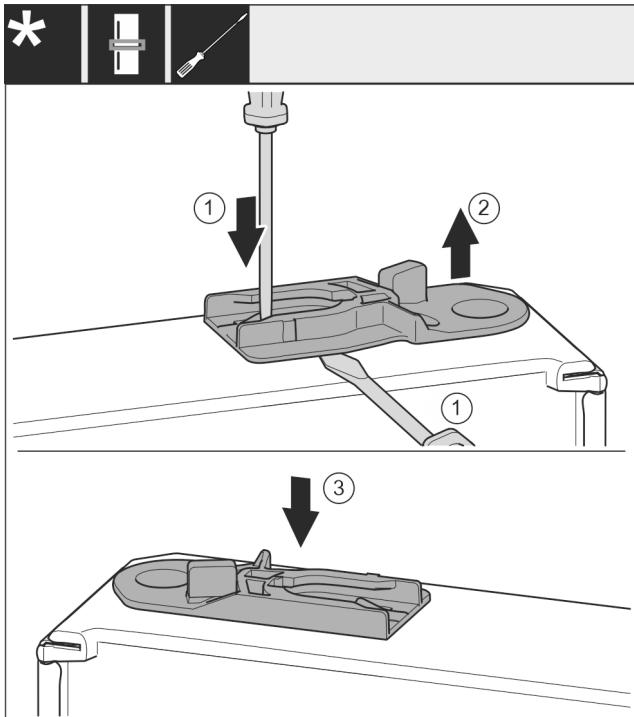

Fig. 38
- Izvelciet vadošo ieliktni: spiediet ar skrūvgriezi mēlīti un vienlaikus ar skrūvgriezi virziet zem vadošā ieliktna. Fig. 38 (1, 2)
- Iebīdiet piegādes komplektācijā klātpievienoto vadošo ieliktni ierīces otrajā pusē. Fig. 38 (3)